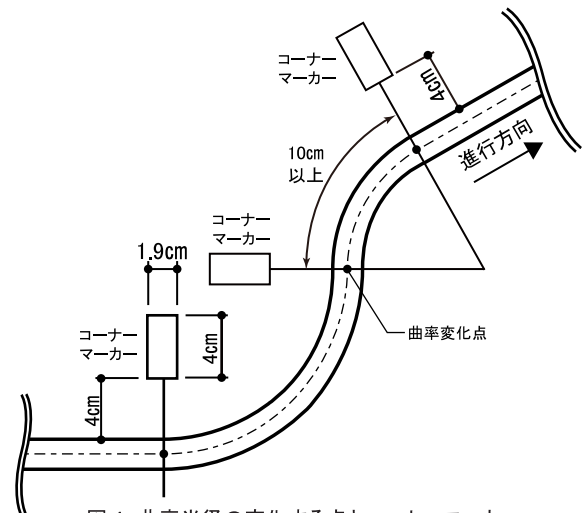

図4 曲率半径の変化する点とコーナーマーカー
2-8 ラインの曲率が変化する地点には、進行方向左側の定められた位置にコーナーマーカーが貼付される。(図 4 参照)
6. コースは、曲率の変化する円弧が連続する場合もある(図4参照)。